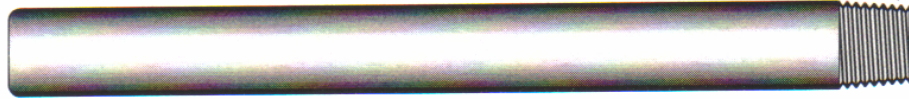

Fig. 7 TUBO PROTECTOR
-Tubo protector: es un tubo diseñado para encerrar un elemento sensor de temperatura y protegerlo contra los efectos perjudiciales del ambiente en que está instalado. (Fig. 7).